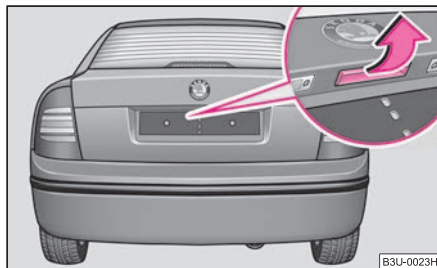

Abb. 26 Griff der Gepäckraumklappe
- Drücken Sie auf den Griff $\Rightarrow$ Abb. 26 und heben Sie gleichzeitig die Gepäckraumklappe an.